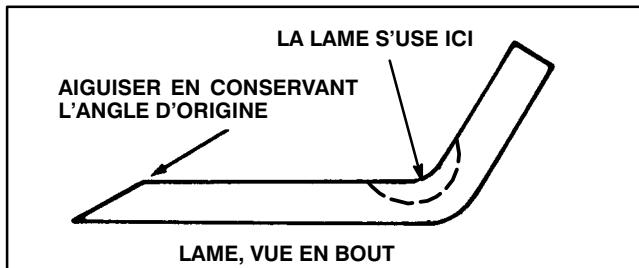

Figure 31
- A l'aide d'une lime, aiguiser le tranchant des deux moitiés de la lame (Fig. 31).